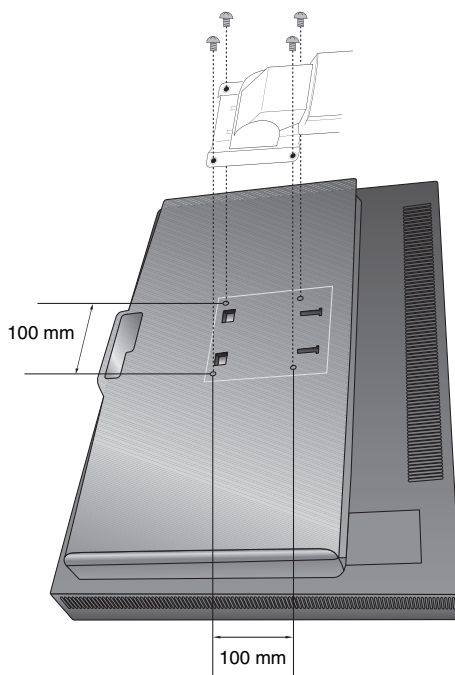

Figura S.1
3. Sistemare il monitor rivolto verso il basso su una superficie non abrasiva (**Figura S.1**).
4. Afferrare con una mano la base e con l'altra la leva di sblocco rapido. Premere e tenere premuta la leva di sblocco rapido nella direzione indicata dalle frecce (**Figura S.1**).
5. Sollevare il supporto per sganciarlo dal monitor (**Figura S.1**).